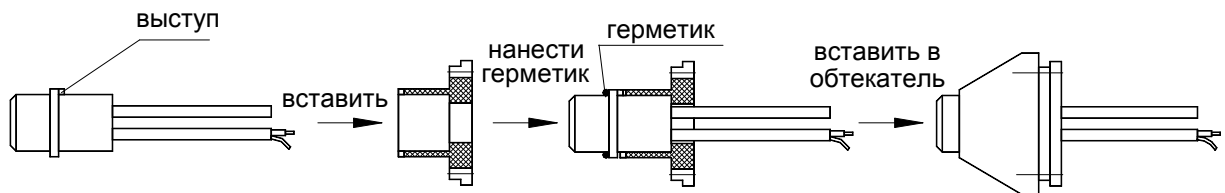

Рисунок 17
– Вставить новую капсулу в фиксатор так, чтобы ее разделительная линия была параллельна длинной стороне обтекателя. Нанести на ободок капсулы силиконовый герметик. Закрывать капсулу обтекателем (рисунок 17).